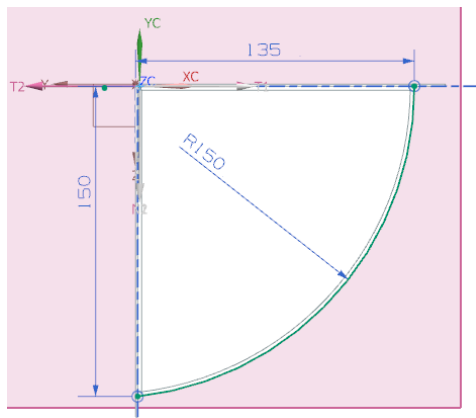

图 4-99 绘制轮廓曲线
(4) 在“创建草图”对话框中单击  按钮，进入草图绘制环境，绘制如图 4-99 所示的草图。单击“完成” 图标，草图绘制完毕。